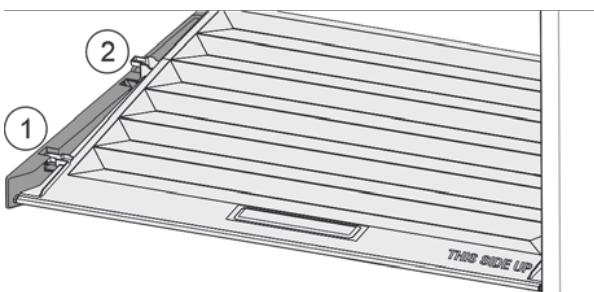

Fig. 28
- Потянуть крышку до отверстия в поддерживающих деталях вперед Fig. 28 (1).
- Поднять сзади снизу и извлечь Fig. 28 (2) движением верх.